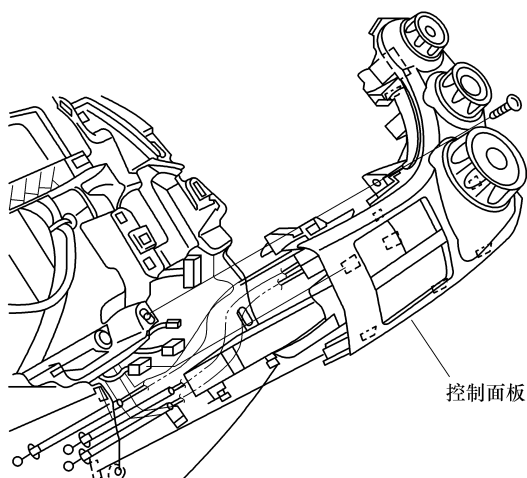

图 2-6 拉出手动空调控制面板
- ① 确保将环 D 插入凹槽 E。
- ② 安装后，操控控制面板以查看其工作是否正常。
3) 拆下螺钉并拉出手动空调控制面板，如图 2-6 所示。